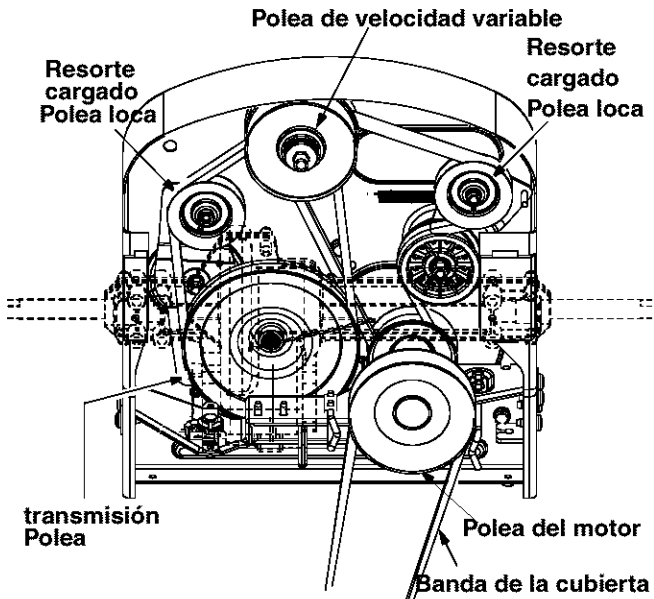

Figura 16
8. Asegúrese de alinear la guarda de la banda con el marco. Ver Figura 16.
2. Empuje el resorte cargado localizado del lado izquierdo de la transmisión, hacia la derecha. Retire la banda de alrededor de la polea loca y la polea de la transmisión. Ver Figura 16 .
3. Empuje la ménsula a la derecha y saque la banda. Ver Figura 16 .